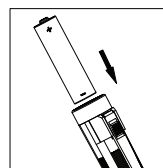

fig.5
2. Remplacement des piles (fig. 5)